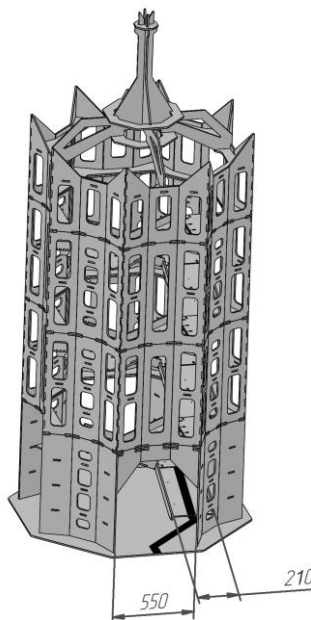

Рисунок 2 «Башня с разметкой»
4.1. По всей длине винтовых переходов в башне нанесена разметка – черная линия шириной 50 мм (рисунок 2). Линия начинается на въезде в башню и кончается на последнем, четвертом ярусе. В конце и начале линии расположены перекрестки шириной 30 мм.